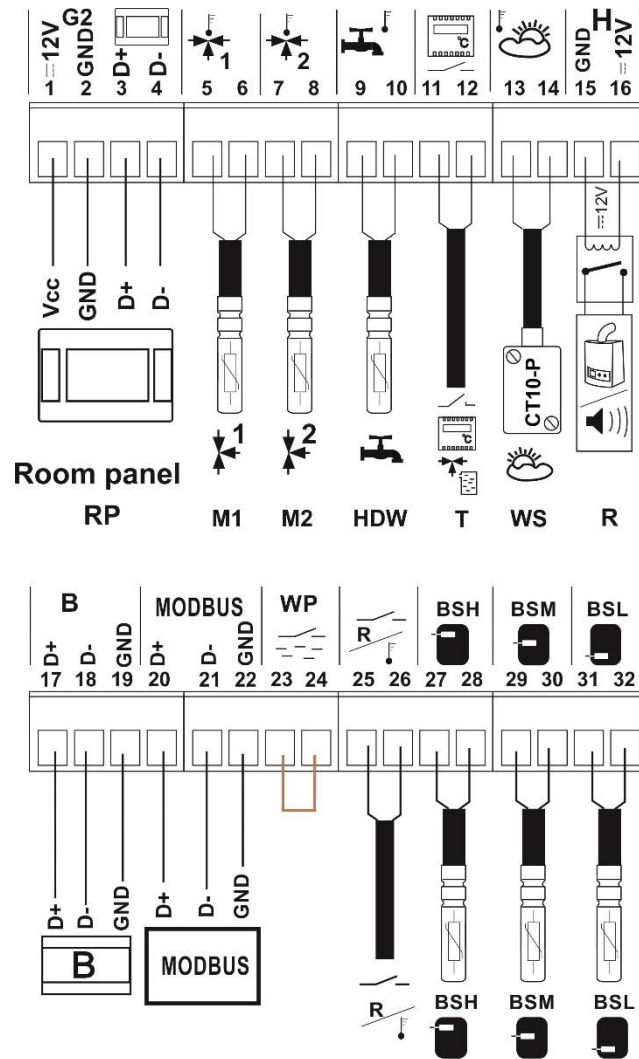

Abbildung 23: Verdrahtungsschema der Sensoren und des Raumbediengeräts
Schließen Sie den entsprechenden externen Fühler an die entsprechenden Klemmen der Schalttafel an (siehe Abbildung 23) und platzieren Sie das Messelement an der gewünschten Stelle in der Heizungsanlage. Das Fühlerkabel darf nicht mit heißen Oberflächen des Kessels oder der Heizungsanlage in Berührung kommen und muss gegen Herausziehen gesichert sein.
Der Sensor wird über ein Kabel mit einem Mindestquerschnitt von 0,5 mm² und einer maximalen Länge von 25 m angeschlossen. Die Polarität der Drähte ist nicht wichtig. Schließen Sie das freie Ende des Kabels an die Klemmen 13-14 (siehe Abbildung 23) an der linken Wand des Steuergehäuses an.
- den MIX-Temperatursensor an der linken Wand des Steuerschranks anschließen (siehe Abbildung 23)
Schließen Sie den Thermostat an die Klemmen 11-12 (Abbildung 23) an der linken Wand des Reglerschranks an. Nach der Installation muss der Raumthermostat im Menü für die Steuerung der gemischten Heizkreise aktiviert werden: